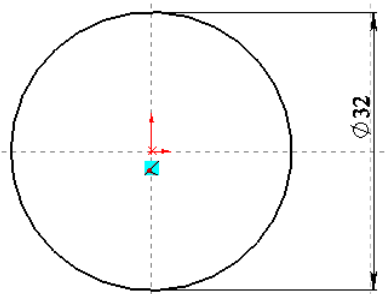

Рис. 5.1.2. Ескіз циліндричної основи
2. Нарисуйте ескіз основи – коло діаметром 32мм. Проставте розміри і повністю визначте ескіз, прив'язавши центр кола до вихідної точки моделлю (рис. 5.1.2). Для цього використайте взаємозв'язок COINCIDENT (СОВПАДЕНИЕ)